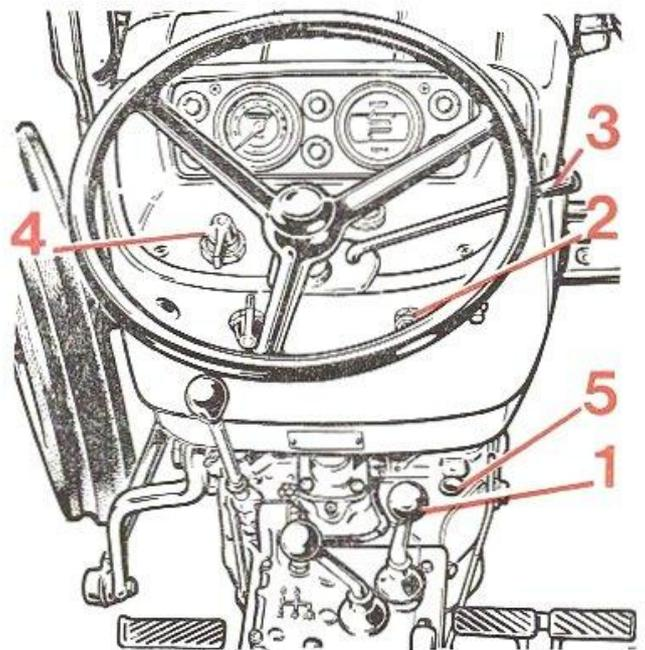

FIG. 32
4° Desserrer les raccords (5) côté injecteurs sur au moins deux tuyauteries ; amener la manette d'accélération en position maximale et actionner le démarreur à plusieurs reprises d'une durée d'une dizaine de secondes chacune en appuyant à fond sur le bouton (5 fig. 32) jusqu'à ce que le combustible s'écoule sans bulle d'air par les raccords des injecteurs.